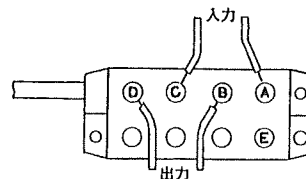

図 11
- ひずみゲージの使用には種々の接続法が用いられます。これらの接続法は、前項3-2-1を参照して下さい。またブリッジボックスを中継して各種の変換器を使用する場合には図11のように接続して下さい。